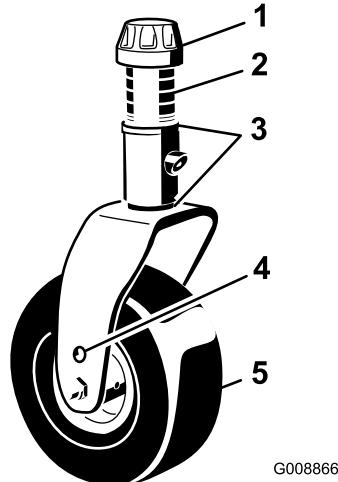
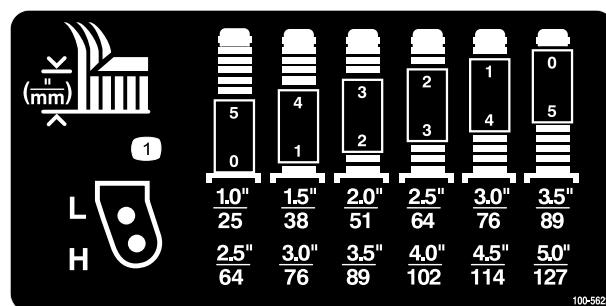

Figura 6
Figura 7
2. Coloque os eixos da roda giratória nos mesmos orifícios, em ambas as forquilhas da roda giratória. Consulte Figura 6 e Figura 7 para determinar os orifícios correctos para a configuração.
- Retire a tampa de fixação do eixo roscado desloque o fuso (Figura 6) para fora do braço da roda giratória. Coloque os 2 calços (1/8 pol.) no eixo, tal como se encontravam originalmente. Estes calços são necessários para atingir a mesma altura ao longo de toda a largura das unidades de corte. Desloque um número apropriado de espaçadores de 13 mm para o eixo para obter a altura de corte desejada; em seguida, desloque a arruela para o eixo.
- Consulte Figura 7 para determinar as combinações de espaçadores para a configuração.